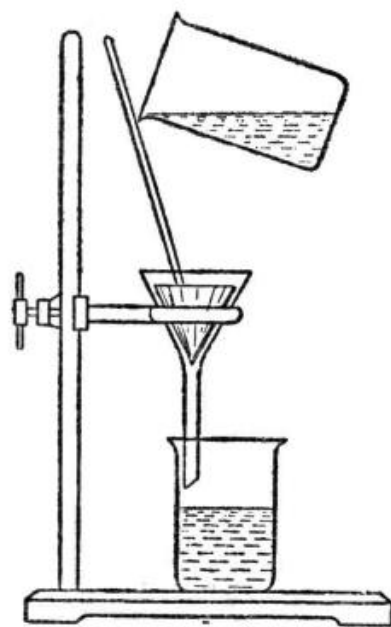

Рис. 139. Фильтрация.
2. Получившуюся мутную жидкость профильтруйте. Для этого приготовьте фильтр так, как указано на рисунке 138, вложите фильтр в воронку, укрепите воронку в кольце штатива над чистым стаканом и осторожно по стеклянной палочке (рис. 139) сливайте раствор на фильтр. Обратите внимание на то, что осталось на фильтре.